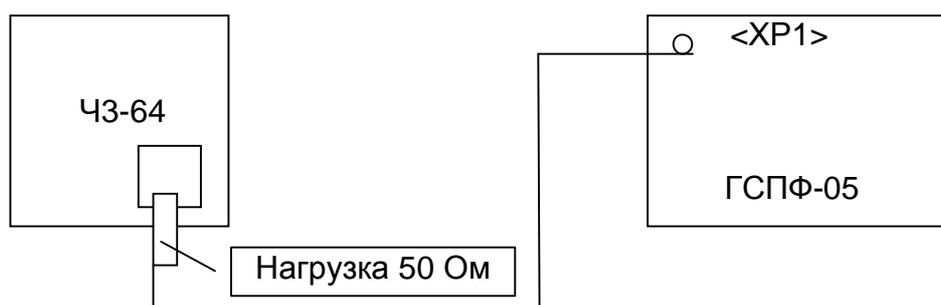

Рис. 7. 2
7.5.3.1.1 Собирается измерительная схема так, как показано на Рис. 7. 2.